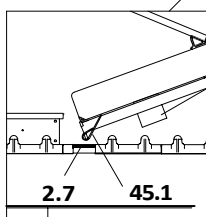

Fig. A9.12a
- Плъзгачът (45.1) от долната страна на платформата е обезопасен, когато е поставен в опората (2.7) на трегера SLT 375. (Fig. A9.12a)